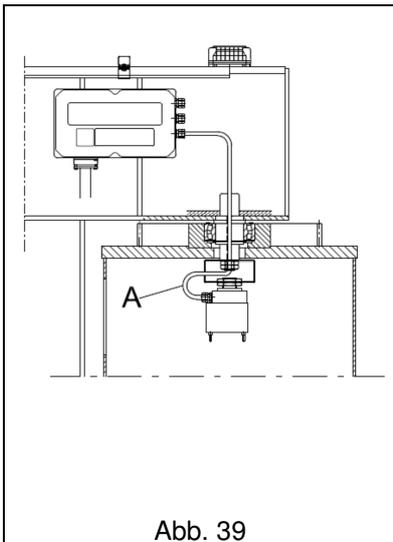

Abb. 39
1. Das kürzere Kabel **A** des rotierenden Kollektors an den Schaltkasten anschließen, indem man es durch die Öffnung des am Arm befestigten Rotationsstiftes führt. (Abb. 39)